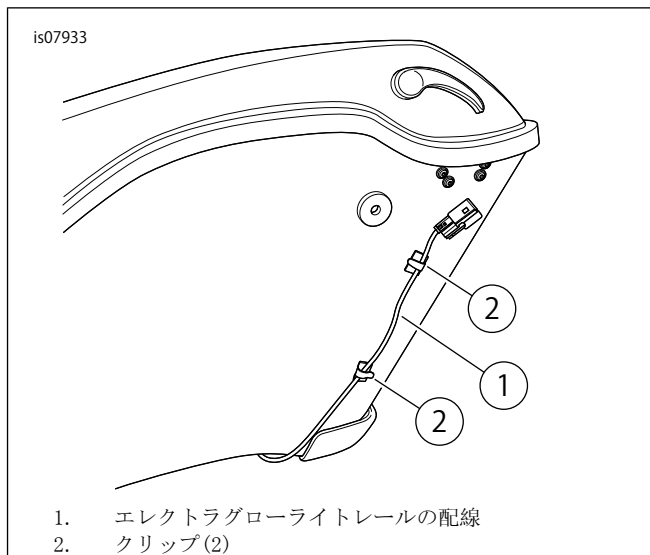

図2。ワイヤーの取り回し
13. 「図2」を参照してください。表記のようにエレクトラグローライトレールの配線を取り回します。キットに付属するクリップを使用して配線を固定します。